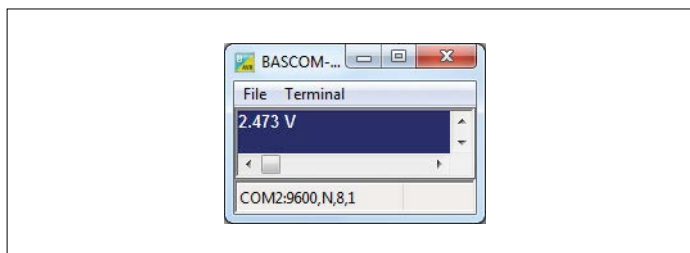

Figure 3. Affichage de la tension dans le terminal Bascom.
L'envoi des mesures de tension vers le terminal Bascom présente une particularité dans le programme en Bascom (**listage 1**). Comme chaque affichage d'une valeur se termine par un retour chariot (CR, ASCII 13) et un saut de ligne (LF, ASCII 10), les valeurs sont affichées les unes en dessous des autres, ce qui est souvent encombrant. Néanmoins il est possible de remplacer ces caractères de contrôle par des « ; » à la fin de chaque ligne contenant un « print » et de placer seulement un CHR(13) avant chaque impression. Chacune apparaît alors dans une seule et même ligne, ce qui permet d'avoir un affichage permanent (**figure 3**).